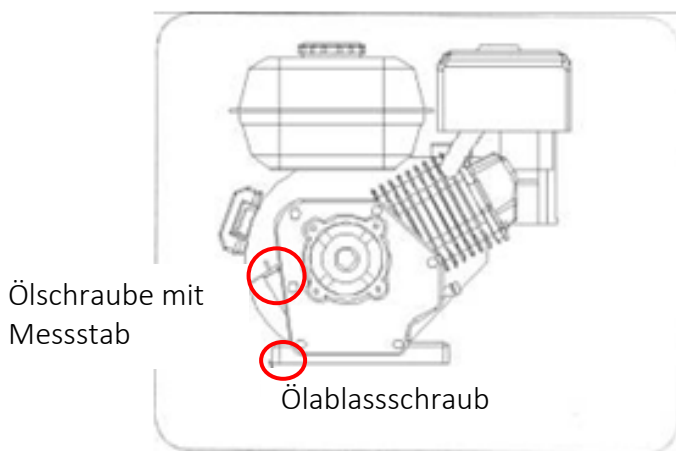

Abb. 28
2. Schrauben Sie den Ölstopfen mit dem Messstab ab und wischen Sie den Messstab ab. Siehe Abbildung 28.
1. Suchen Sie die Ölablassschraube, siehe Abbildung 28.
3. Reinigen Sie den Bereich um die Ölablassschraube, siehe Abbildung 28.